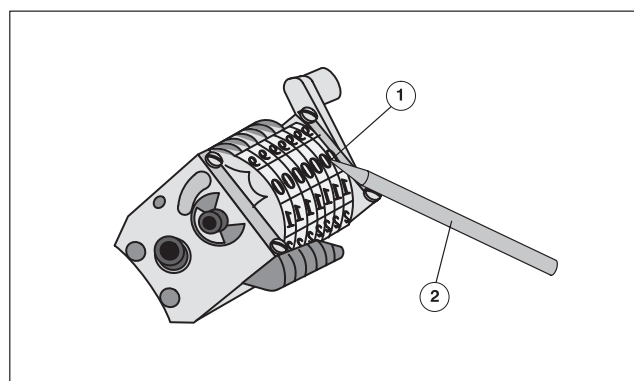

Рис. 5 Продольная нумераторная головка
Цифры продольных нумераторных головок (Рис. 5/①) располагаются **параллельно оси цилиндра**. Продольный нумератор **оснащен 6 утопливаемыми нулями**, так что нумерацию с 1-го по 7-й разряд можно производить, начиная с 1 (вместо 000001). - Утапливаемый ноль: цифру 0 можно вдавить (утопить), чтобы она не печаталась в качестве ведущей цифры.
- ① Кончиком пластмассового штифта (карандаша) (Рис. 5/②) цифру ноль повернуть слегка вперед и вдавить.
- ② Цифру снова повернуть назад с помощью штифта, "утопленный" ноль не печатается.